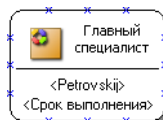

Рис. 4.11.
4. Нажмите кнопку **Выбрать**. Окно **Выбор участника бизнес-процесса** закроется, название роли (должности) отобразится в верхней части поля компонента **Участник бизнес-процесса**, а имя пользователя – в нижней (рис. 4.11).